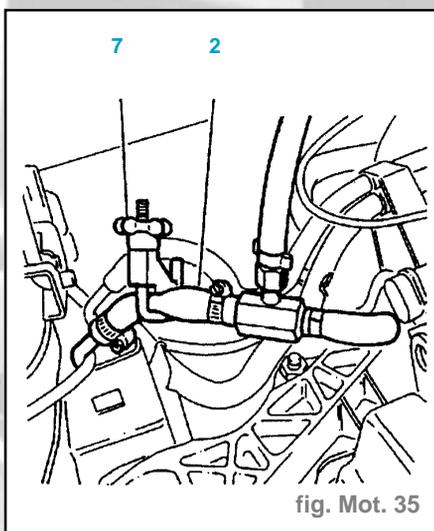

fig. Mot. 35
- Pincer le tuyau d'alimentation (fig. Mot. 35).